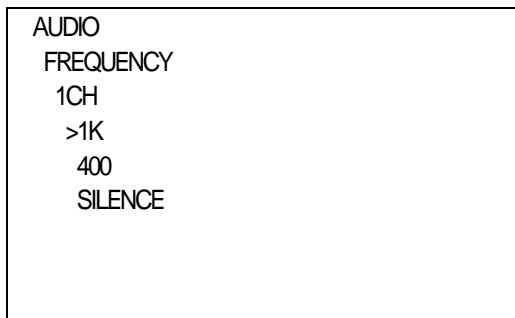

図4-33 オンスクリーンメニュー (1CH例)
- 2)ツマミを回してチャンネルを選択し、**ENTER**ボタンを押し階層下のトーン周波数選択メニューに入ります。(図4-33 参照)